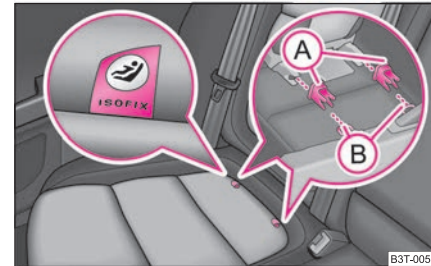

Abb. 172 Halteösen (ISOFIX-System)
- Stecken Sie die Aufnahmetrichter **(A)** auf die Halteösen **(B)** zwischen Rückenlehne und Sitzfläche ⇒ Seite 181, Abb. 172.